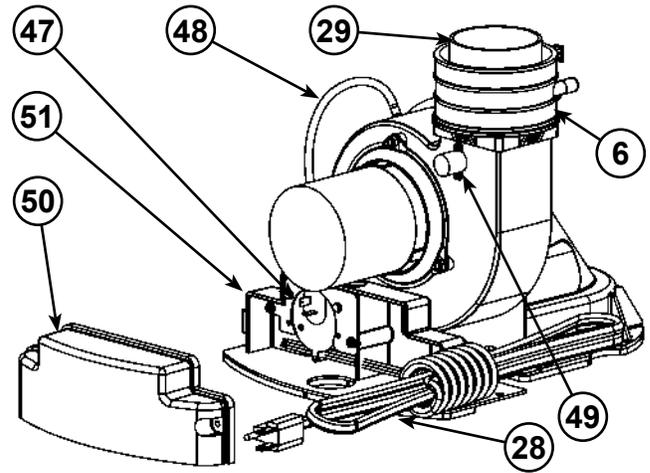

Figure 49
- 6 Collier de serrage (voir Figure 6) (voir aussi **Figure 49**)
- 29 *Accouplement en caoutchouc (voir Figure 6) (voir aussi **Figure 49**)
- 47 Pressostat (dans boîte de jonction (voir Figure 6) (voir aussi **Figure 49**))
- 48 Tube d'air (voir Figure 6) (voir aussi **Figure 49**)
- 49 Limiteur de température, soufflerie (voir Figure 6) (voir aussi **Figure 49**)
- 50 Couvercle boîte de jonction (voir Figure 6) (voir aussi **Figure 49**)